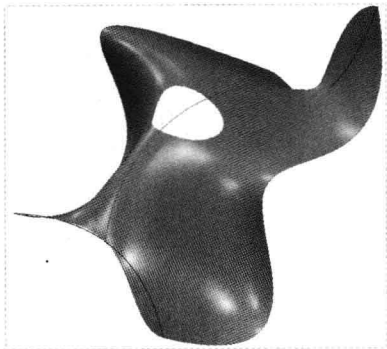

图 10-35 拉伸修剪曲面
Step 04 单击“应用并保存在工具中所做的所有更改，然后关闭工具操控板”按钮，即可拉伸修剪曲面，如图 10-35 所示。